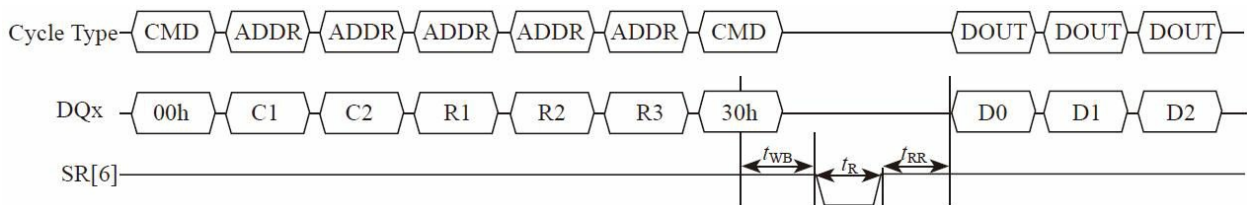

图3-39 读时序
**读时序** 如图3-39所示，在用户发送命令00~30h之间传输了所读的地址，包括2个列地址和3个行地址。发完命令后，SR[6]（Status Register，状态寄存器，bit 6）状态转为Busy，经过一段时间之后SR[6]状态转为Ready，数据就可以读了。